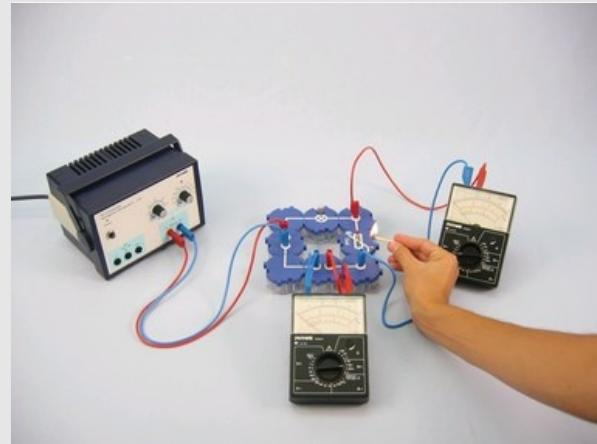

Abb. 5
- Erwärm die PTC-Widerstand mit einer Streichholzflamme wie im Abb. 5.